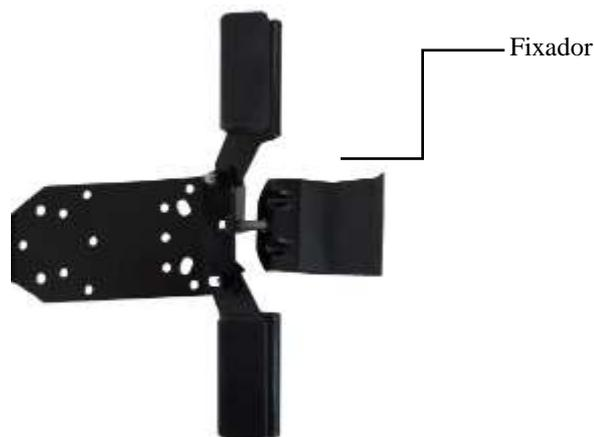

Figura 11 - Inserção fixador na base de apoio
H) Na instalação do fixador na base de apoio, posicione-o no furo correspondente, como mostra a Figura 11 abaixo. Após o correto posicionamento, a inserção do parafuso de cabeça sextavada M8X40mm Inox pode ser realizada.